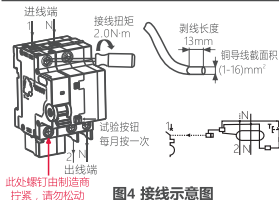

图4 接线示意图
6.3 适用于铜导线连接，导线选择见表2，接线方式及剥线长度如下图4